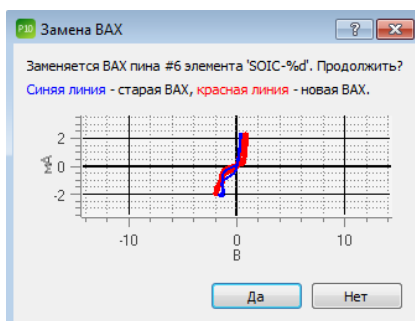

Рисунок 30. Диалоговое окно замены ВАХ ПО EyePoint P10b.
- 4) Проверить корректность замены в появившемся диалоговом окне (Рисунок 30).